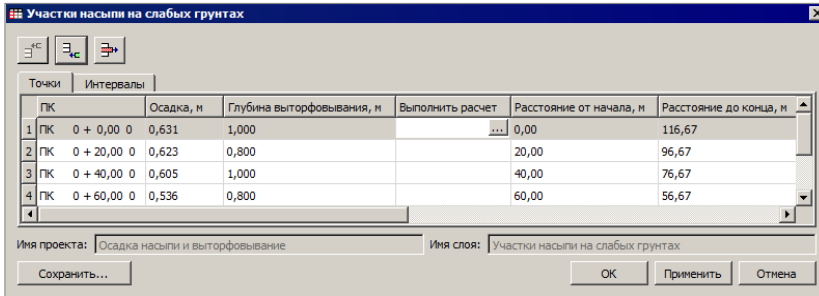

Рис. 18.6
- Создание точек в таблице диалога **Участки насыпи на слабых грунтах**. После выбора команды **Редактировать в таблице** следует выбрать вкладку **Точки** и в таблице задать пикет точки. Далее для этой точки, если необходимо, вручную вводится глубина выторфовывания. Значение осадки можно назначить вручную в поле колонки **Осадка** либо выполнить расчет (рис. 18.6).